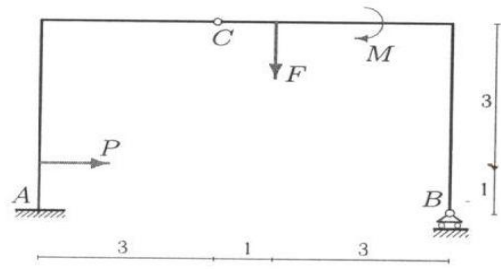

рис. 1
**Задача 1.** В точке  $A$  рама заделана в неподвижное основание, а в точке  $B$  опирается на подвижный шарнир. Части рамы соединены шарниром  $C$  (рис. 1). К раме приложены горизонтальная сила  $P = 1$  кН, вертикальная  $F = 8$  кН и момент  $M = 4$  кНм. Размеры даны в метрах. Найти реакции опор.